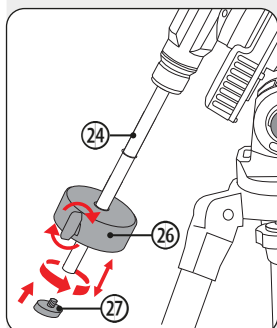

Fig. 13: Montare il contrappeso
3. Svitare la vite di sicurezza (27) dall'asta del contrappeso. Spingere il contrappeso (26) circa fino a metà sull'asta del contrappeso (24) e serrare a mano la vite di fissaggio in modo che il contrappeso non possa più muoversi sull'asta. Riavvitare la vite di sicurezza (27) sull'asta del contrappeso (Fig. 13).